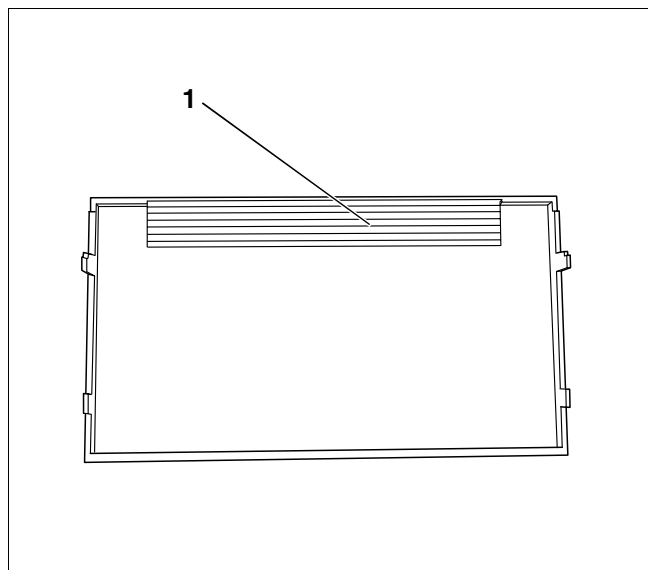

Fig. 8 Piastra di plastica
La piastra di plastica (fig. 8, pagina 8) fornita a corredo, sarà poi pressata sull'apparecchio di regolazione, come mascheramento. Al montaggio, tenere eventualmente presente l'altezza di questa parte.
- Tagliare la piastra nel settore delle scanalature (fig. 8, **pos. 1**) con un tronchese o simile, nei punti dove i cavi entrano nell'apparecchio.